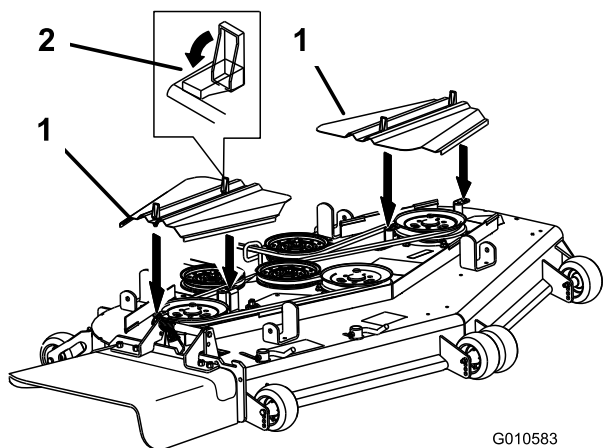
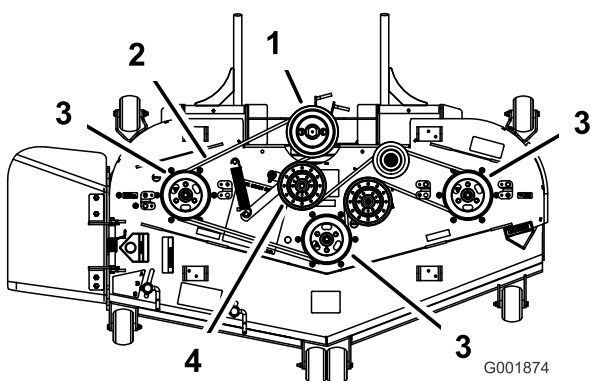
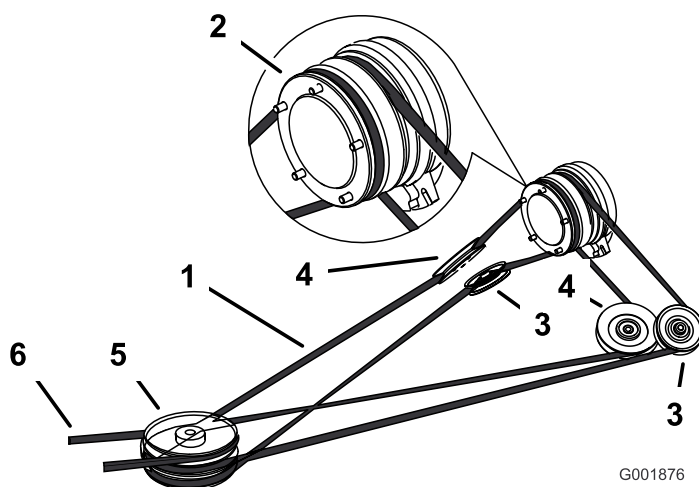

Figura 63
Figura 64
Figura 66
3. Retire las cubiertas de la correa (Figura 63).
5. Retire la correa del cortacésped de las poleas del cortacésped y de la polea superior de las tres poleas apiladas (Figura 63 y Figura 64).
6. Instale la correa nueva alrededor de las poleas del cortacésped y la polea superior de las tres poleas apiladas (Figura 63 y Figura 64).
7. Tire del brazo tensor tensado con muelle para aflojar la tensión de la correa y alinee la correa del cortacésped en la polea tensora (Figura 64).
8. Instale las cubiertas de la correa y cierre los enganches (Figura 63).
4. Tire de la polea tensora tensada con muelle para aliviar la tensión de la correa (Figura 66).
5. Retire la correa del cortacésped de la polea superior de las tres poleas apiladas (Figura 64 y Figura 66).
7. Instale la nueva correa de transmisión alrededor de la polea del embrague, las poleas tensoras ajustables, la polea tensora tensada con muelle y las tres poleas apiladas delanteras (Figura 66).
9. Instale la correa del cortacésped alrededor de las poleas del cortacésped y la polea superior de las tres poleas apiladas (Figura 64 y Figura 66).